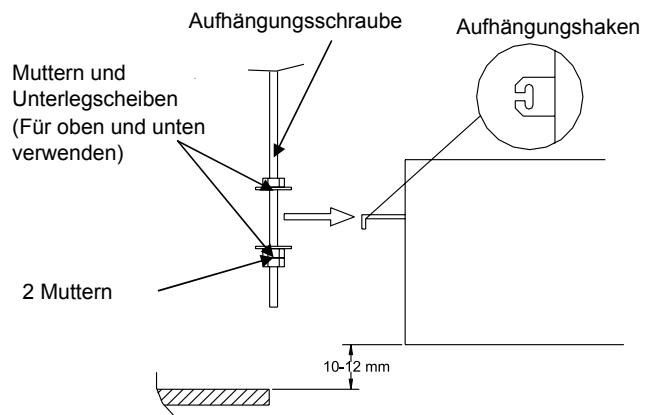

Abb. 7
4. Um zu verhindern, dass sich die Schrauben lockern können, wird die Verwendung von 3 Sechskantmutter (vor Ort vorbereiten) sowie von 2 Unterlegscheiben (Zubehörbeutel) für jede Aufhängungsschraube empfohlen. Achten Sie darauf, dass die beiden Muttern in der unteren Seite verwendet werden (Abb. 7).
5. Stellen Sie den Abstand zwischen der Einheit und der Deckenunterseite auf 10 bis 12 mm ein. Ziehen Sie alle Muttern an den Aufhängungsschrauben fest (Abb. 7).